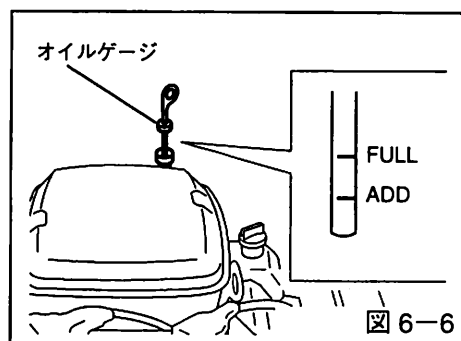

図 6-6
- エンジンオイルの補充は、本機を水平に置いて行い、オイル量はオイルゲージを差し込んで、オイルゲージの「FULL」のラインまで入れてください。(図6-6参照)